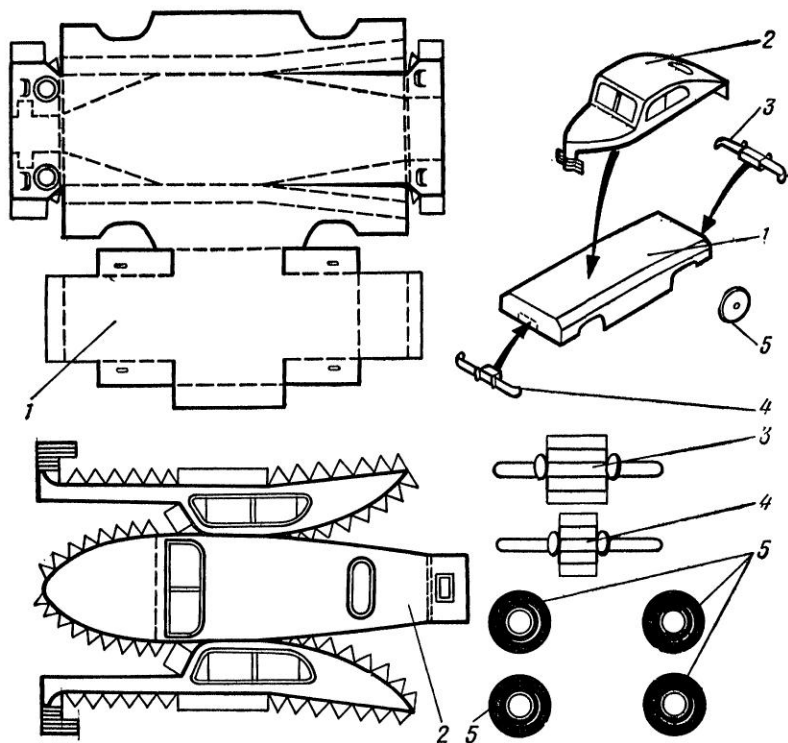

Рис. 22. Модель автомобиля ГАЗ-20 (шасси и кузов)
После перенесения чертежа на плотную бумагу (рис. 22) в раму (1) делают надрезы по черным жирным линиям. Все детали сгибают по пунктирным линиям и, намазав белые клапаны клеем, склеивают. Колеса (5) наклеивают на картон и вырезают. Когда клей высохнет, приступают к сборке машины.